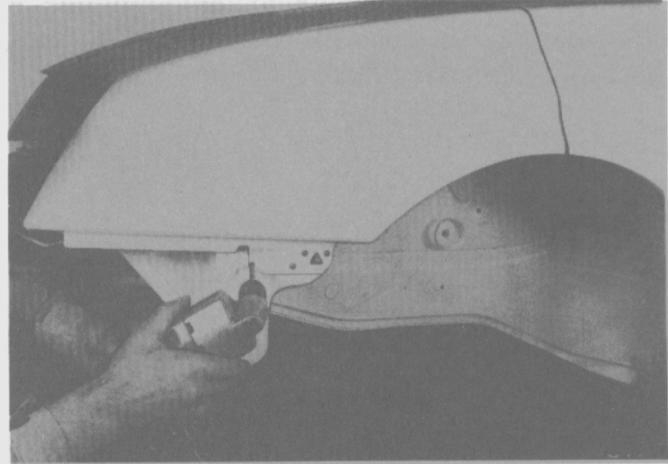

Fig. 69
- Taladrar los puntos de soldadura del guardabarro en la unión con el soporte del mismo (Fig. 69).